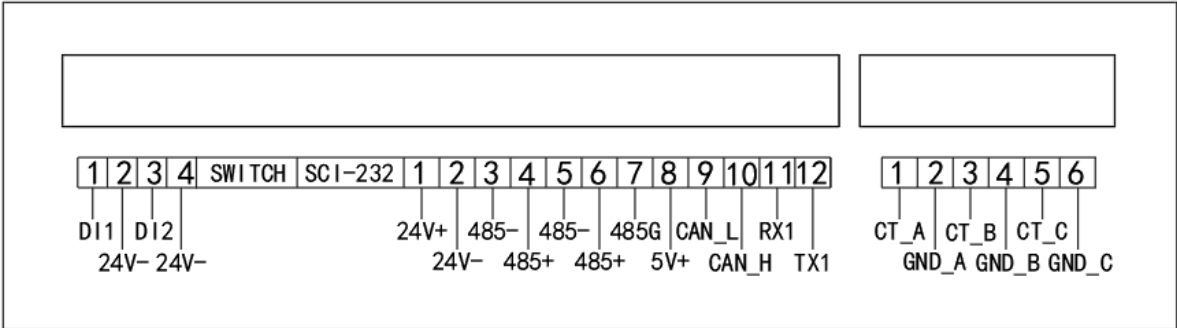

图 8
- (6) DI1 为外接的启动按钮，DI2 为外接的急停按钮，如图 8 所示。